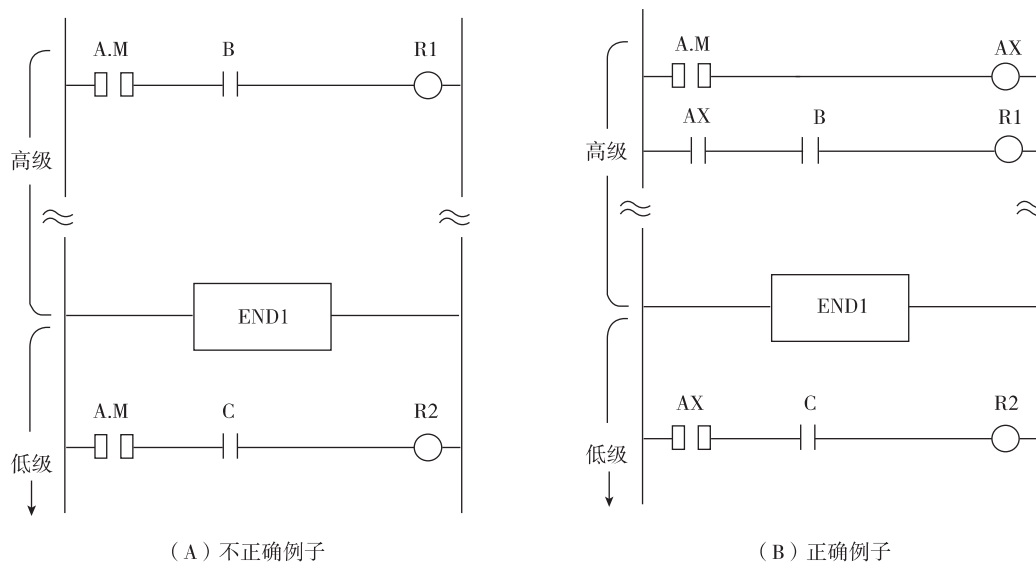

图 7-7 电路举例
然而，在高级顺序中来自 MC 或 MT 的输入信号立即使用，因为高级顺序要求迅速处理，所以编写程序必须避免图 7-7 中的问题。
有时，虽然同一个信号，但其状态不同（1 或 0）。它取决于是在低级顺序中还是在高级顺序中。也就是说，输入信号有时是变化的。在低级顺序中因要同步输入信号，滞后了顺序处理时间；而在高级顺序中，从 NC 或 MT 来的信号，立即被使用。顺序程序制作说明在图 7-7 中用梯形图来举例说明。
当 B = “1”，C = “1”，高级顺序和低级顺序执行时（A. M 是不同的）尽管 R1 和 R2 均可能 “1”（如图 7-7 (A) 所示），当 R1 = “1”，R2 = “0” 时。图 7-7 (B) 编程可解决这个问题，在高级顺序中 A. M 信号控制继电器 AX，在低级顺序中，用 AX 代替 A. M。这样当 B = “1”，C = “1” 和 A. M = “1” 时，R1 和 R2 同时为 “1”。